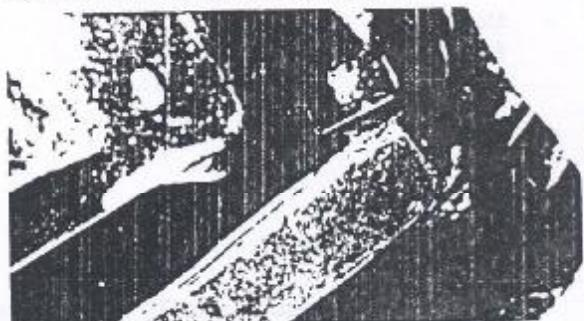

Figura 5.11.2 - Olhal traseiro do feixe de molas
5. Remover a porca de fixação do olhal traseiro do feixe de molas ao conjunto da algema (Figura 5.11.2). Remover o parafuso e desencaixar o olhal traseiro do suporte. Caso haja necessidade, remover o conjunto de algema.